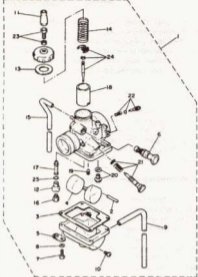

Bild 164
- 3 BZ-Clip, Bauteil 15 in Bild 163 bzw. Bauteil 24 in Bild 164